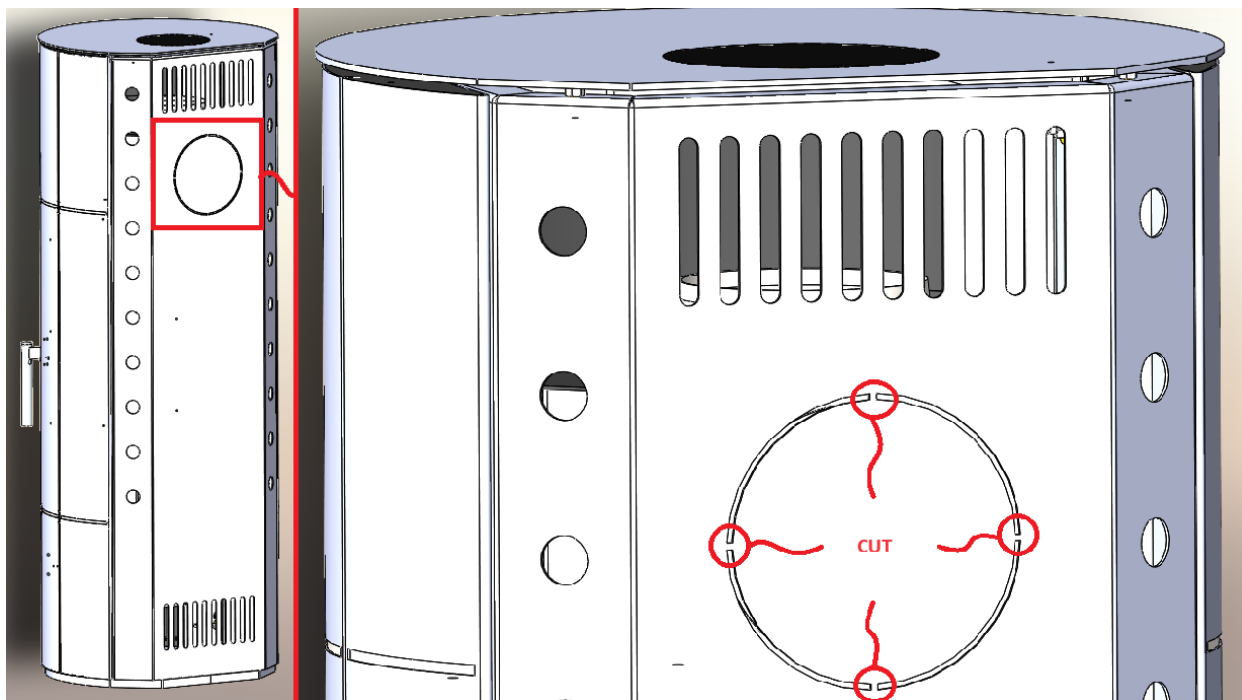

Figure 1 Sectionnement des micro-connexions au dos
2. Figure 1 Sectionnement des micro-connexions au dos	Page 5
Lors de l'installation de l'appareil, il est impératif de respecter toutes les réglementations locales, notamment les normes nationales et européennes. Nous vous recommandons de consulter un ramoneur. Les poêles à bois sont livrés sur palettes de transport, prêts pour un raccordement par le haut. Si un raccordement par l'arrière est nécessaire, la sortie de fumée doit être orientée vers l'arrière et le chapeau de cheminée placé en position haute (figures 1 et 2).